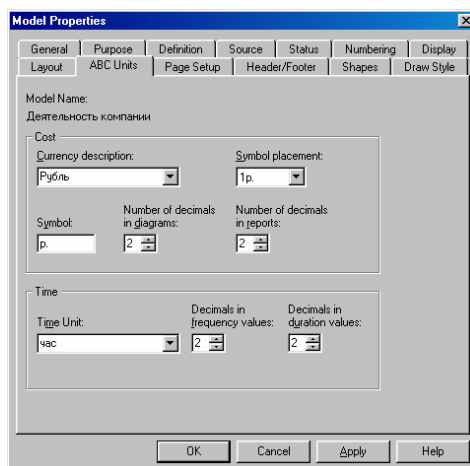

Рис. 125. Вкладка **ABC Units** диалога **Model Properties**
1. В диалоговом окне **Model Properties** (вызывается из меню **Mode/Model Properties**) во вкладке **ABC Units** (рис. 125) установите единицы измерения денег – рубли и времени – часы.